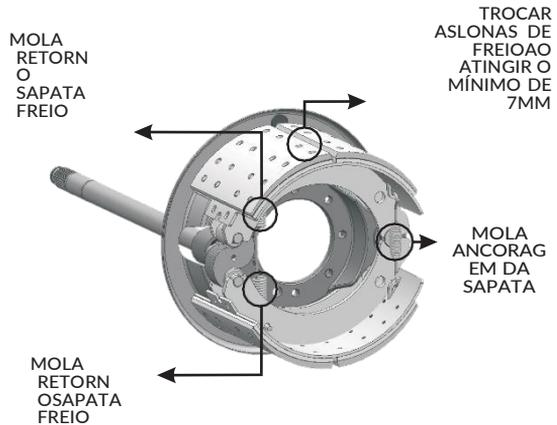

FIGURA 27
- Trocar, OBRIGATORIAMENTE, todas as molas do patim a cada troca das lonas de freio (FIGURA 27);